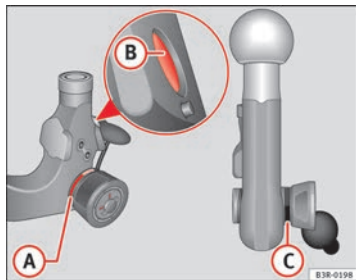

Abb. 165 Abnehmbare Anhängervorrichtung: Kugelstange
- Überprüfen Sie, ob sich die rote Markierung **A** ⇒ Abb. 165 am Handrad im Bereich der schwarzen Kennzeichnung an der Kugelstange befindet.